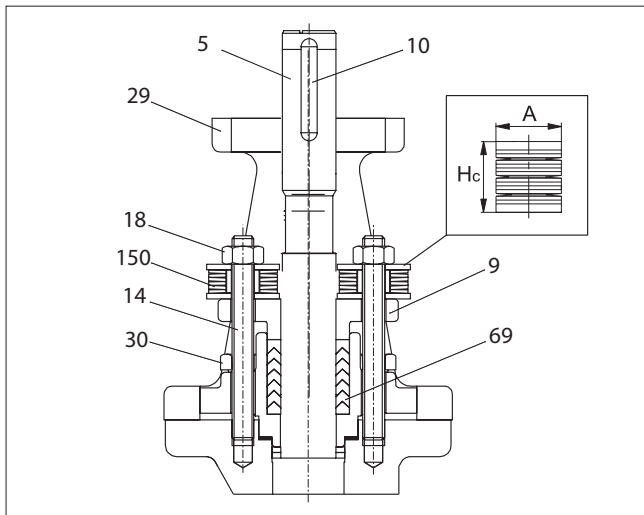

Fig. 13 Garniture chargée par ressort
- Desserrez les vis (30) et déposez le support (29).
- Desserrez les écrous (18), retirez les ressorts à disque (150) et levez le fouloir (9) de la tige. Il n'est pas nécessaire de déposer les goujons (14).
- Retirez les bagues de garniture (69) autour de la tige à l'aide d'un instrument pointu ou d'un séparateur. Attention à ne pas endommager les surfaces de la tige et du logement des joints de la bague de garniture.
- Installez les bagues de garniture (69) neuves par-dessus la tige. Attention à ne pas endommager les lèvres d'étanchéité des bagues en V dans les cannelures de la tige. Utilisez le fouloir (9) pour enfoncer les bagues de garniture à fond.
- Déformez les bagues de garniture d'abord en serrant les écrous du presse-étoupe (18) sans les ressorts à disque au couple Tt ; cf. Tableau 2.
- Retirez les écrous du presse-étoupe et positionnez les sets de ressorts à disque (150) sur les goujons du presse-étoupe. Serrez les écrous (18) de façon à comprimer les ressorts à disque jusqu'à la hauteur Hc ; cf. Tableau 2. Bloquez les écrous avec un frein filet type Loctite 221. Cf. Figure 13.
- Remettez le support (29) en place, lubrifiez les vis (30) et serrez-les. Cf. Tableau 1.
- Insérez la clavette (10) dans la rainure de l'axe d'entraînement (5).